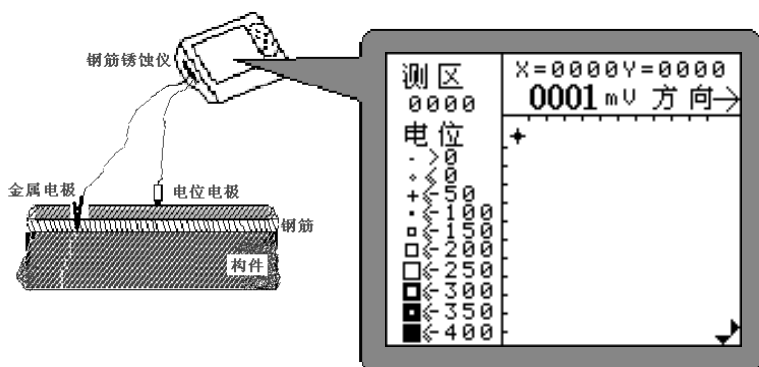
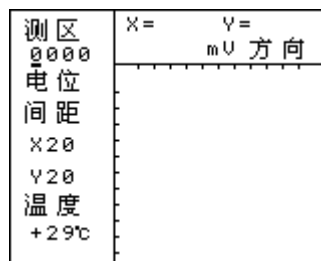
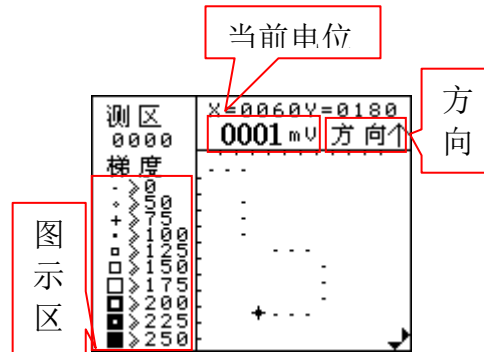

图 2-3 钢筋锈蚀仪测量方式示意图
图 3-3 参数设置界面
图 3-4 测试界面
- 凿开一处混凝土露出钢筋，并除去钢筋锈蚀层，把黑色信号线一端连夹钢筋的金属电极，另一端接锈蚀仪“黑色”插座，红色信号线一端连电位电极，另一端接锈蚀仪“红色”插座(如图 2-3)。
锈蚀测试功能模块完成测区参数的设置和测区内测点的测试两项操作。在图 3-2 功能选择界面指针指向**锈蚀测试**按键，仪器界面显示如图 3-3 所示，系统自动调出上次测试的测区参数。
其中右侧图示区相关信息随测试类型设置改变而改变，设置完成按确定键如原测区参数无改变则调出原测区测点信息转入测试界面如图 3-4，并实现在原测区中续测的功能；如果原测区参数经过改变则将新建测区转入测试界面如图 3-5；
测试界面相关显示项含义如图所示，其中“当前电位”即实时显示测到的电位/梯度电极所在位置的电位值，“当前方向”为当前测试方向，系统默认为向右测试方向，“测区平面图”即以图标形式按照测点在测区中的实际位置显示的测区内测点信息，电位/梯度图标代表不同分段的形式，“图示区”显示根据测区相关参数确定的“测区平面图内”相关图标代表的含义。在测试界面按确定键将当前光标位置的测点电位值保存并更新“测区平面图”图标；按退出键退出图 3-3 参数设置界面。
设置完“测区号”，“测点间距”，“测试类型”，“环境温度”参数后，按图 2-3 检查电极连接是否正确，按确定键进入测试界面如图 3-4 横向为 X 方向，纵向为 Y 方向，图中光标“+”为当前测点位置。当把电位电极放在测区测点上，测量电位值以大粗题字显示，电位值稳定后按确定键，即完成该点测试；在测量过程中，按←、→、↑、↓键改变测试方向，→为 X 增大方向，←为 X 减小方向，↓为 Y 方向增大方向，↑为 Y 方向减小方向，测区所有测点完成后，数据已自动储存；如继续测量下一测区，按退出键进入图 3-3，重新输入新的测区参数；否则关机。